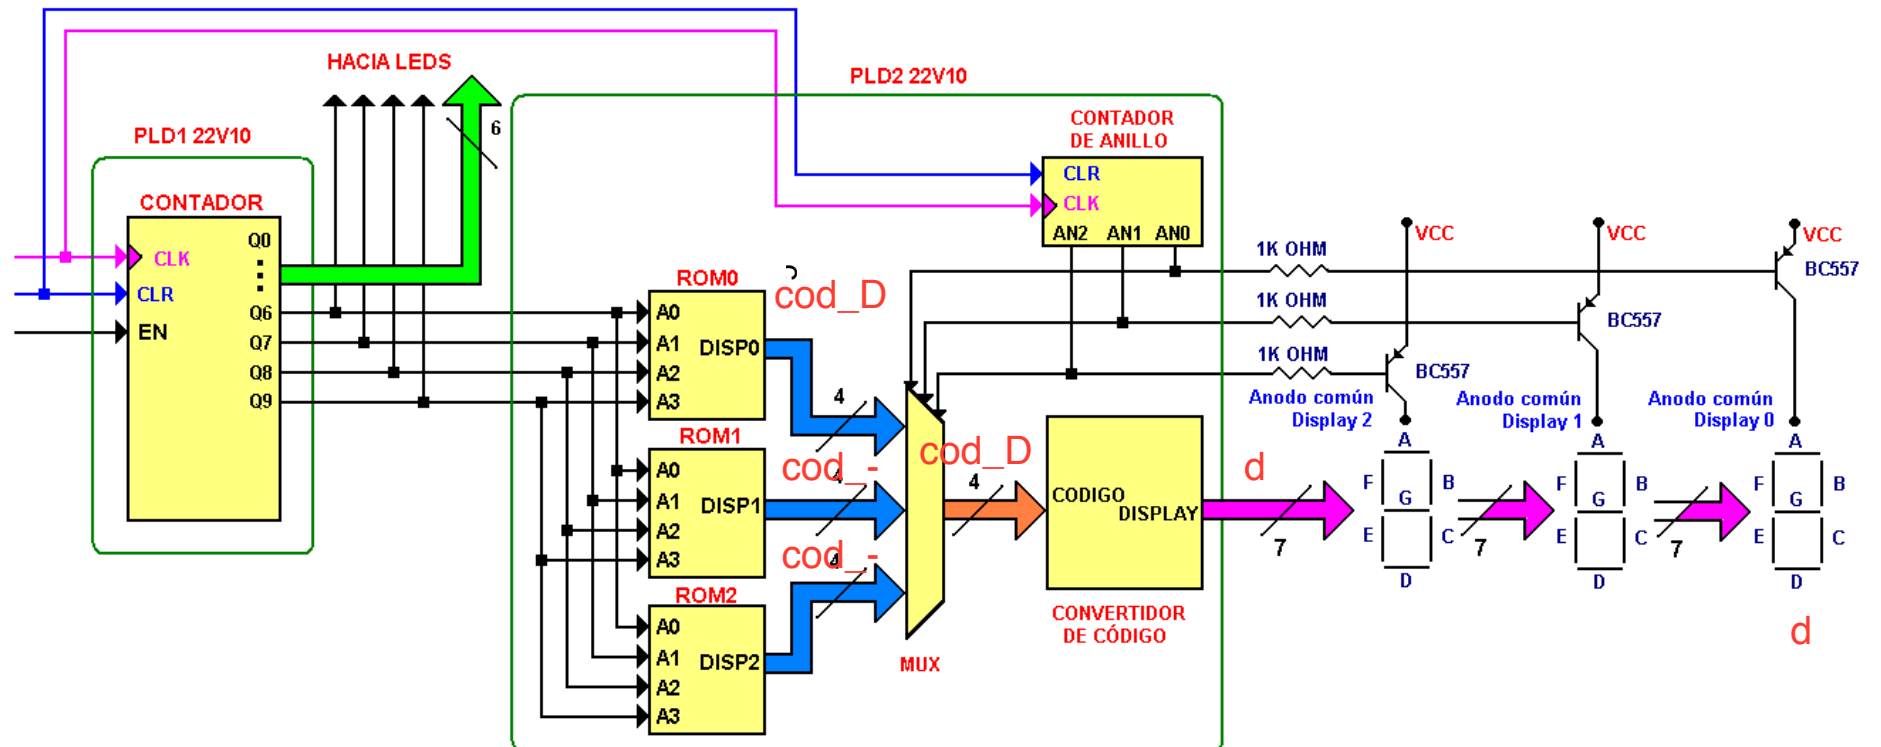

Ilustración 3 Microarquitectura 2 del diseño a realizar.
**1B.** Realizar el programa de la microarquitectura mostrada en la ilustración 3. Este diseño consiste de un contador de 10 bits que se encuentra en el PLD1. Este contador usa sus 4 bits más significativos para proporcionar la dirección a las memorias ROM que se encuentran en el PLD2.